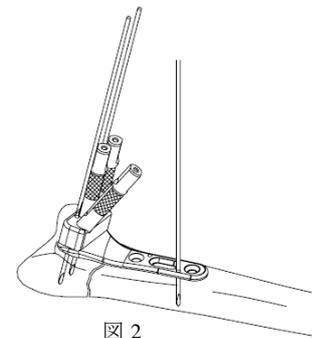

図 2
- 2) 骨折部の修復後、イメージ下で確認しながら 1.3 ガイドピンを刺入し、プレートを仮固定します。(図 2)